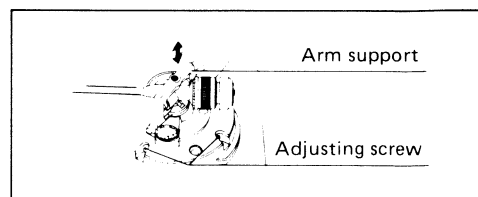

Fig. 23 (Abb. 23)
• Adjustment of arm height (Fig. 23)
• Justierung der Tonarmhöhe (Abb. 23)